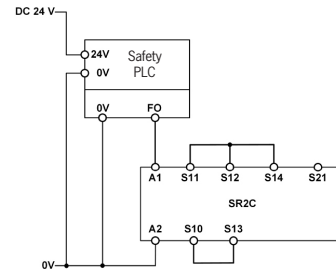

Fig. 10: Conexión a un sistema de control a prueba de fallos (cat. 4, hasta PL e).
- ▶ Para las aplicaciones mostradas en la Fig. 9 y la Fig. 10, debe tenerse en cuenta lo siguiente: